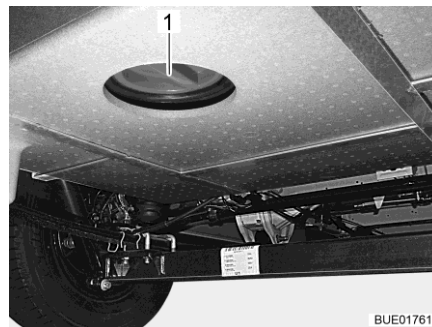

Fig. 279 Orificio de limpieza (depósito de aguas residuales)
- Abrir el orificio de limpieza (Fig. 279,1) del depósito de aguas residuales y la llave de desagüe.